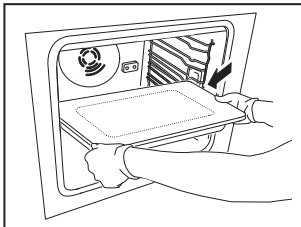

Fig. 1
1. A l'aide des deux mains, placez correctement la plaque à induction sur le troisième gradin (Fig. 1).